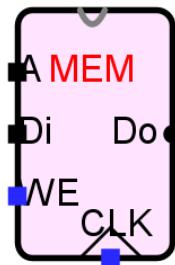

图 2-1 存储器封装
- (1) 从存储单元 M[10]开始地址写入任意 n ($n > 10$) 个数据的写入操作；
- (2) 对 (1) 写入数据读出，并验证其正确性
- (3) 将存储器封装如图 2-1 所示。